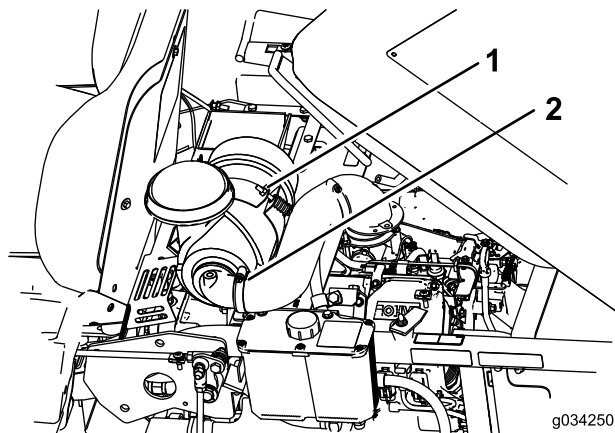

Figura 31
3. Allentate la fascetta stringitubo che fissa il flessibile e rimuovete il filtro dell'aria (Figura 31).